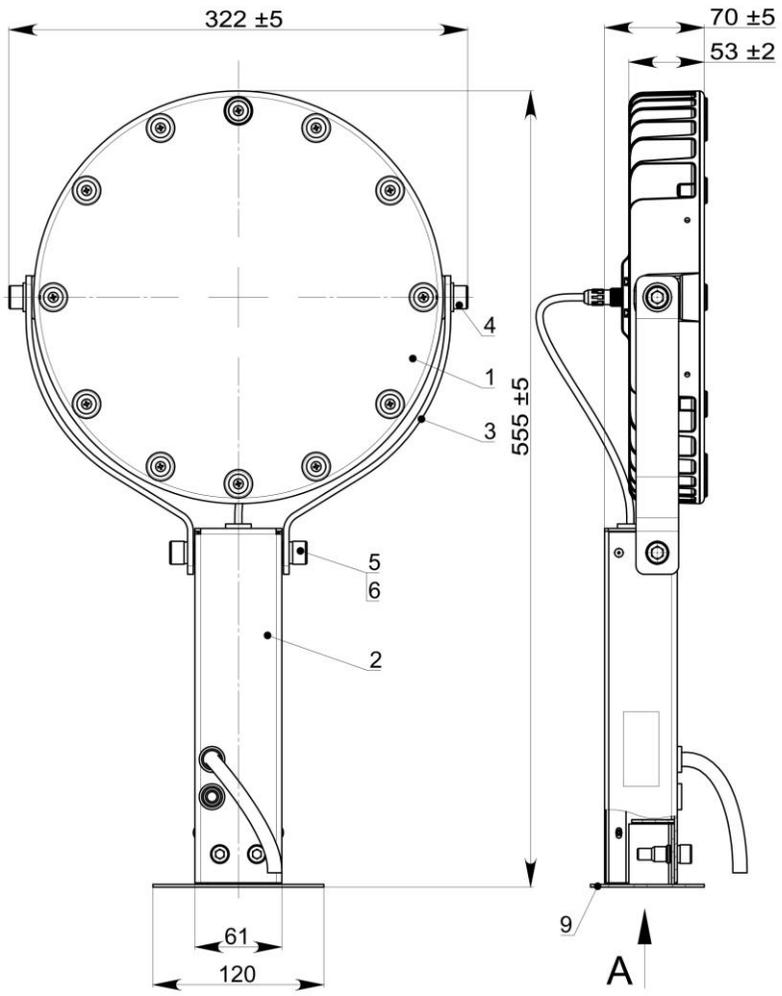

Рис.1
1. Прожекторы Аврора LED-48 (001) М РС (рис.1, 2) со светодиодными модулями предназначены для архитектурного освещения фасадов и устанавливаются на специальные кронштейны фасада здания.